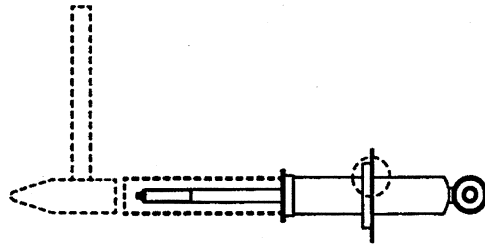
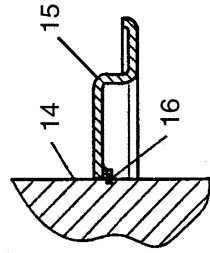

Abb.3
Abb.2
- BILSTEIN-Dämpfer mit dem mitgelieferten Federteller versehen (Abb.2) und Abschlußkappe montieren (Abb.3).
- Komplettierten Dämpfer in umgekehrter Reihenfolge zum Ausbau wieder einbauen (Pierdichtung (5) oben nicht vergessen).